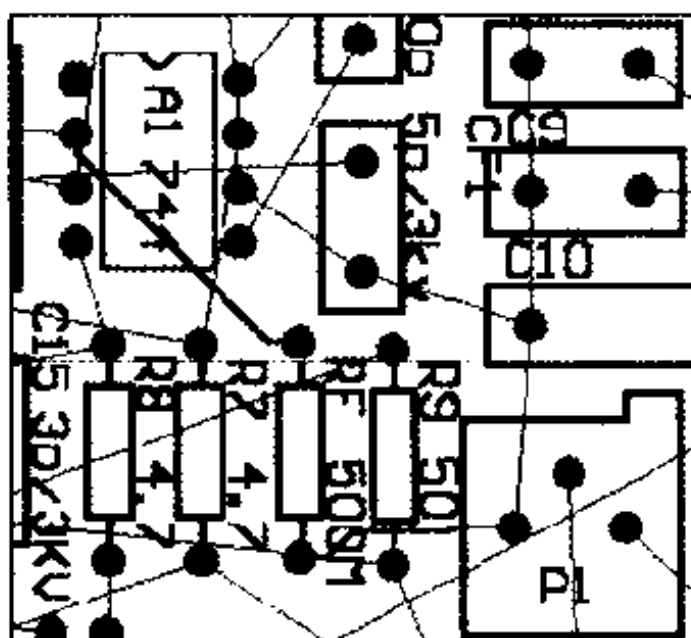

图 8-37 对指定元件进行布线
- Component 命令——元件布线命令。选择此命令后,鼠标箭头变为十字光标,将十字光标移动到图中某一元件上单击,则程序立即对此元件进行自动布线,得到如图 8-37 所示的效果。完成布线后鼠标箭头仍为十字光标,用户还可以继续对其他网络进行布线,右击鼠标,即可退出网络布线状态。